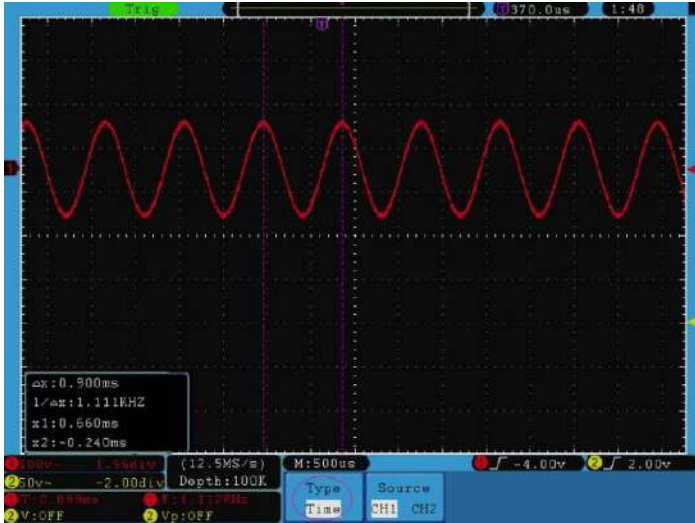

Рисунок 72 - Вид осциллограммы при курсорных измерениях временных интервалов
4. В соответствии с особенностями измеряемой осциллограммы выберите положения курсора 1 и курсора 2 вращением регуляторов **VERTICAL POSITION** канала **CH1** и канала **CH2**. В окне в левом нижнем углу окна отображения осциллограммы показываются временной интервал между курсорами, обратную ему величину с размерностью частоты, и текущие значения положений обоих курсоров (см. рисунок 72).